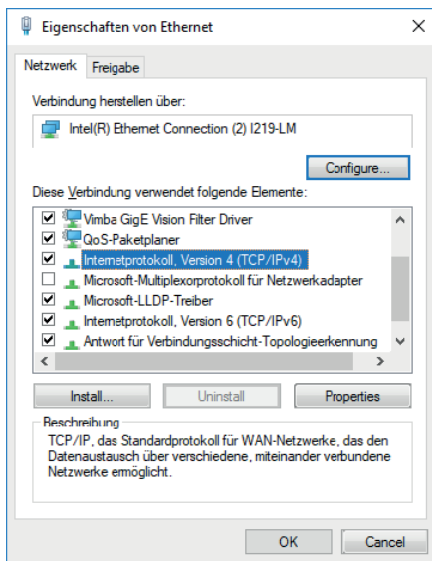

Abb. 8: Internetprotokoll Version 4 (TCP/IPv4) Eigenschaften
4. *Internetprotokoll Version 4 (TCP/IPv4)* wählen und auf *Eigenschaften* klicken, um die Eigenschaften von *Internetprotokoll Version 4 (TCP/IPv4)* zu öffnen (Abb. 8).